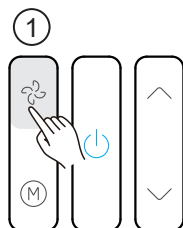

Fig. 8
1. Pressione o botão “Velocidade do Ventilador” para selecionar a velocidade desejada do ventilador (Fig. 8).